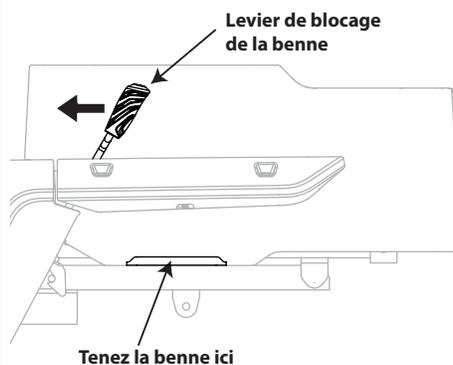

Figure 4-7
3. Pour les charges moins lourdes, déplacez un levier de blocage de la benne vers l'avant pour déverrouiller la benne. Tenez le levier de blocage avec une main, puis relevez la benne avec l'autre main. Voir Figure 4-7.